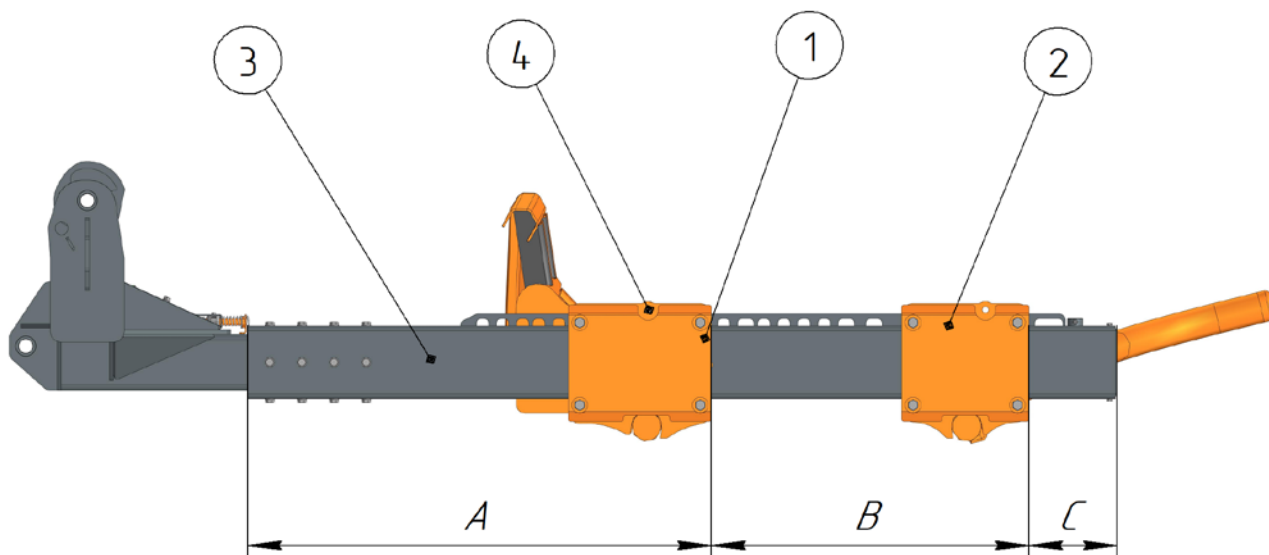

Рисунок 8.1
Регулировка в зависимости от диаметра (Рисунок 8.1), производится за счёт передвижения вилок (2,4) по трубе (3). Для удобства один из четырёх болтов, крепящих вилку, устанавливается в верхнее отверстие (4), чтобы она каталась по трубе (3).